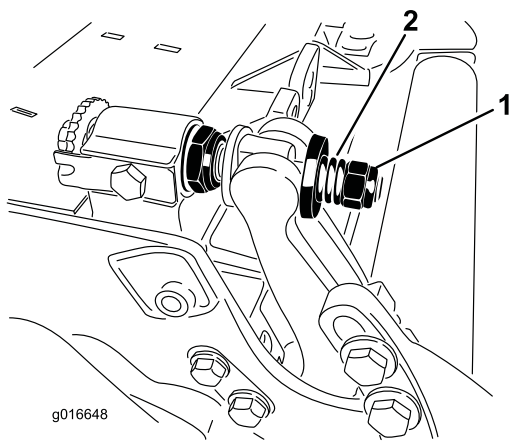

图34
4. 旋紧弹簧加压螺母直到弹簧完全压紧然后往回松开 1/2 圈 图34。